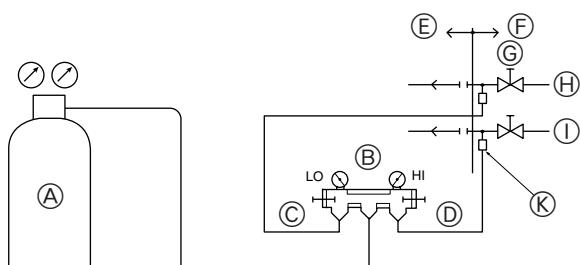

Fig. 5-9
① Teste de vedação ao ar (Fig. 5-9)